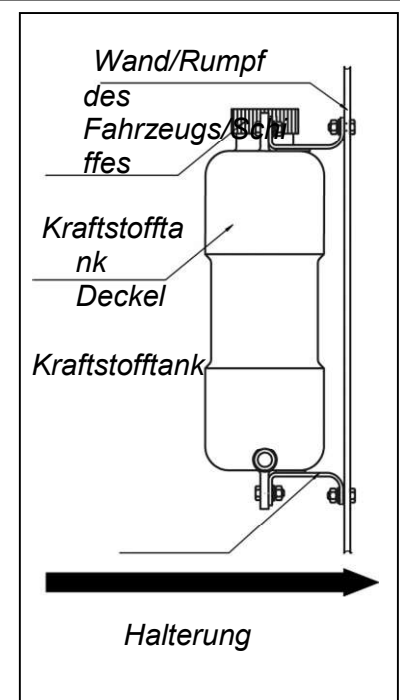

Abb. 20 Installation des Kraftstofftanks
Berücksichtigen Sie einen einfachen Kraftstofffüllvorgang während Sie den Kraftstofftank installieren (Abb. 20). Installieren Sie den Kraftstofftank so, dass die Kraftstoffmenge und dessen mögliche Undichtigkeiten am Einfüllstutzen, Kraftstoffansaugstutzen oder Verbindungen leicht visuell überprüft werden können.
**Der Kraftstofftank muss seiner langen Seite nach senkrecht in Bewegungsrichtung des Fahrzeugs/Schiffes installiert werden (siehe Abb. 20).**